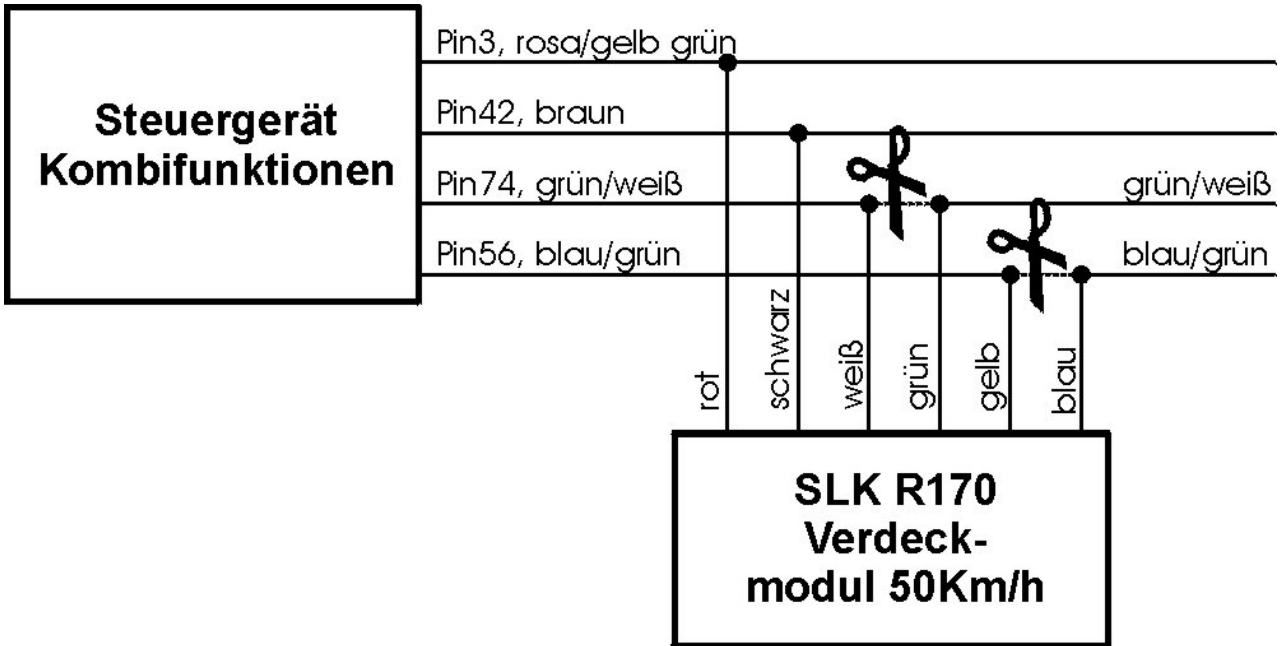

Bild 4: Verkabelung des 50Km/h-Moduls
4. die Kabel des Moduls werden wie folgt mit den Kabeln des Steuergeräts Kombifunktionen verbunden (siehe Bild 4). Die sicherste Verbindung wird durch Löten erzielt.